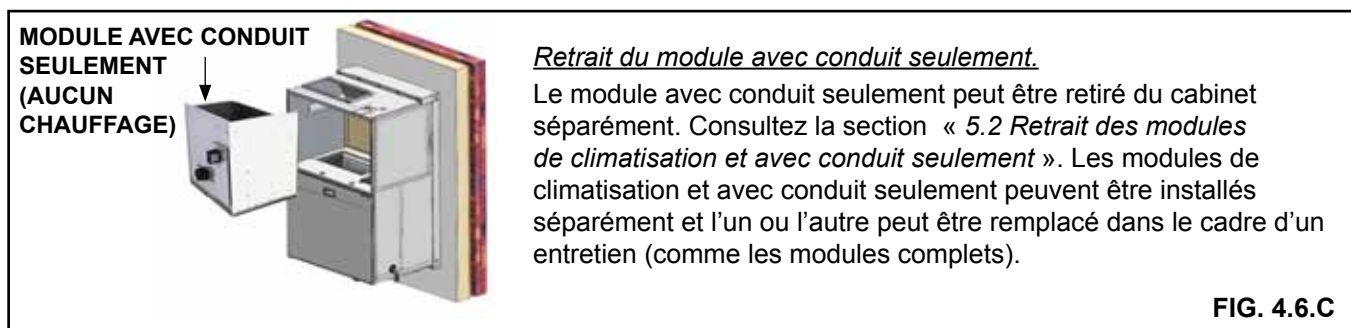

FIG. 4.6.C
- c. Le module avec conduit seulement peut également être retiré séparément (FIG. 4.6.C). Consultez la section « 5.2.2 Retrait du module avec conduit seulement ».